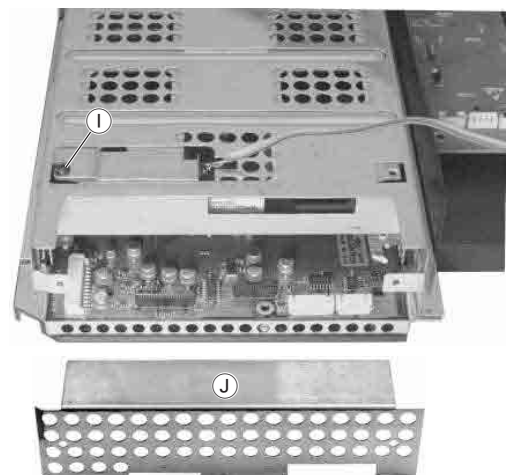

Fig. 9
- Schraube ① herausschrauben und Schalter mit Halteblech abnehmen (Fig. 9).
- 2 Schrauben des Abdeckblechs ② herausschrauben und dieses abnehmen (Fig. 9).
- Undo screw ① and take out the switch with mounting panel (Fig. 9).
- Undo 2 screws of the sheet-metal cover ② and remove it (Fig. 9).